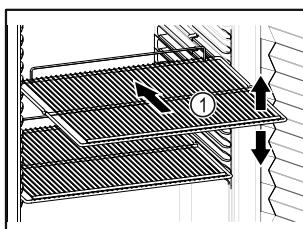

Fig. 30 Примерно изображение
- ❑ Ако стелажите за съхранение Fig. 30 (1) могат да се местят, регулирайте ги според височината.